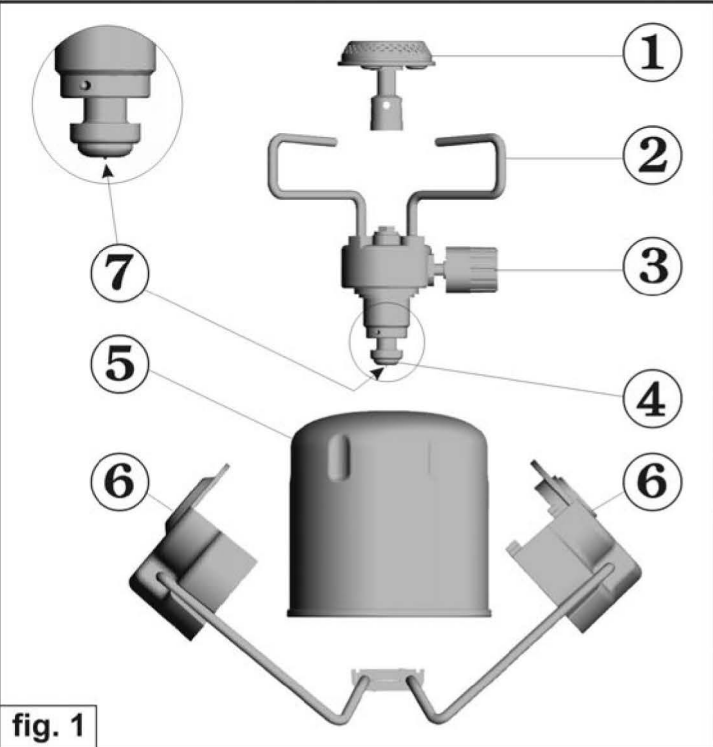
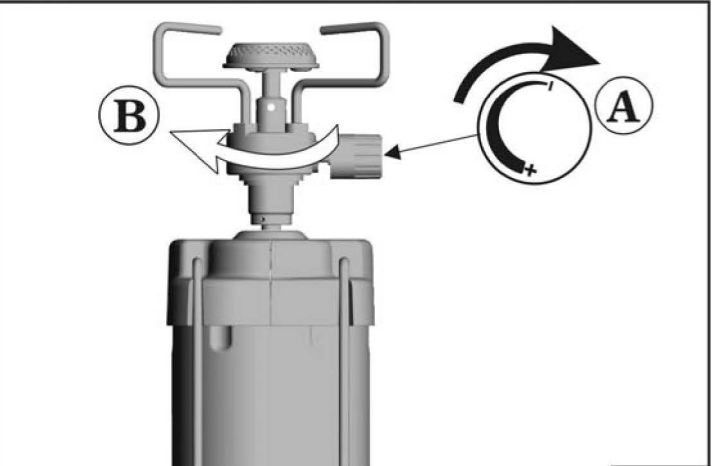

fig. 1
fig. 3
- S'assurer de la présence et du bon état du joint d'étanchéité (4) du réchaud (fig. 1). Ne pas utiliser le réchaud si le joint manque ou est détérioré, le rapporter à votre revendeur.
- Vérifier que l'extrémité de la pointe perforatrice ne dépasse pas du joint. Elle doit juste affleurer (voir détail fig. 1).
- Ouvrir le porte-cartouche (6) en suivant les flèches A puis B. Vérifier que la zone de perforation de la cartouche C 206 est parfaitement propre (sans étiquette, ni colle). Placer la cartouche C 206 dans le porte-cartouche (6) suivant flèche C et refermer en suivant les flèches D. Vérifier que les deux pièces plastiques sont bien emboîtées l'une dans l'autre suivant flèches E et F.
- Vérifier que le robinet est bien fermé en tournant le volant (3) dans le sens de rotation des aiguilles d'une montre ("sens " de la flèche) (fig. 3).
- Poser le porte-cartouche debout et visser à fond l'ensemble robinet/brûleur suivant la flèche B (fig. 3). La base du robinet est alors en appui sur la bague fileté du porte-cartouche.
a) Vérifier que l'arrivée du gaz est bien fermée en tournant le volant (3) à fond dans le sens de rotation des aiguilles d'une montre.
b) Dévisser l'ensemble robinet/brûleur et vérifier la présence et le bon état du joint (4) (fig. 1)
c) Ouvrir le porte-cartouche (6) en suivant les flèches A puis B et enlever la cartouche vide.